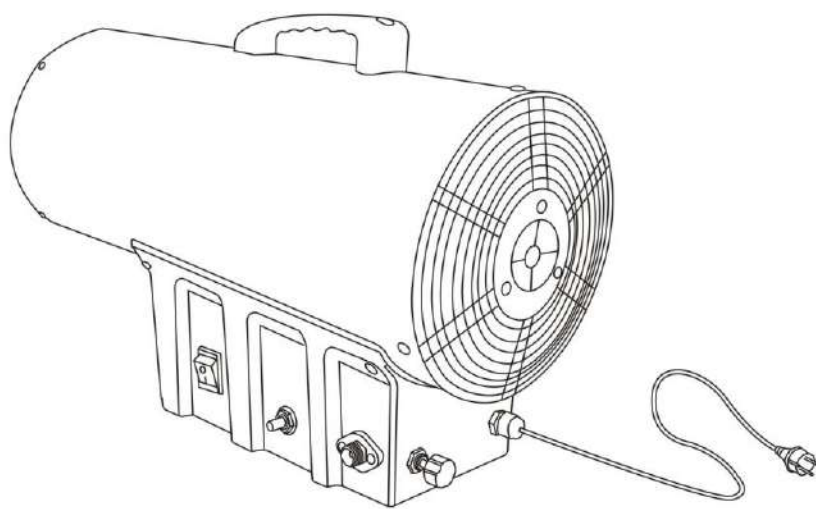

Рис.1
- 1) В тексте данной инструкции тепловая газовая пушка (ТГП) Рис. 1 может иметь такие названия, как оборудование, прибор, агрегат, обогреватель, газовый тепловентилятор.